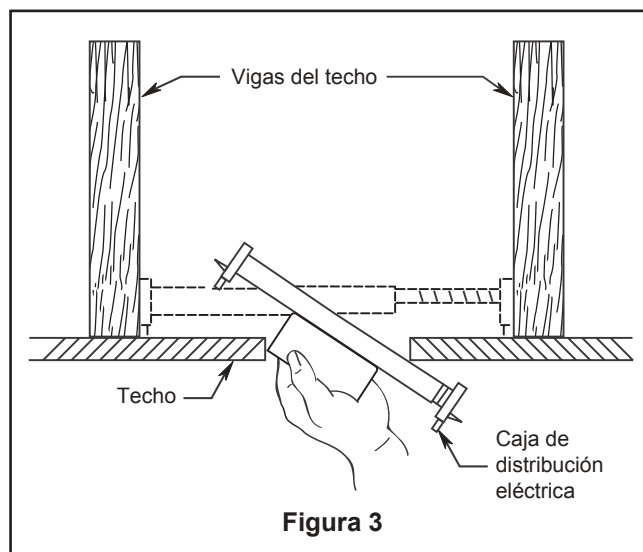

Figura 3
### Uso del soporte (Figura 3)
3. Afloje los dos tornillos de fijación del soporte del barral de soporte para techo a través de la varilla. Introduzca los cables de color marrón, azul, rojo, gris, amarillo cables y cable de seguridad a través de la varilla. (Figura 3)
1. Perfore un orificio de 1/4" en la estructura del edificio para evitar grietas con la instalación del tornillo de intervalo. Utilice el tornillo de intervalo de 3/8"x 2" y la arandela plana para fijar el cable de seguridad a la viga del techo o a la estructura de madera. Dicho tornillo pasará a través de arandela plana, la presilla del cable de seguridad y se fijará en la estructura del edificio. (Figura 3)
**NOTA:** el cable de soporte para techo no se puede asegurar solamente a la caja de conexiones; se debe asegurar directamente a la viga de techo o miembro estructural con el tornillo de cabeza cuadrada de 3/8"x2" y la arandela plana. (Figura 3)
2. Deslice el receptor en el soporte de suspensión antes de realizar el cableado como se muestra en la figura 3.